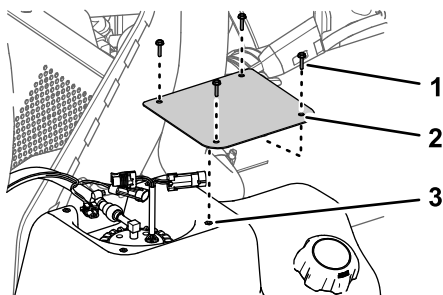

图 89
1. 使用 拆下燃油泵盖。(页码 50) 的步骤 2 中卸下的 4 个螺丝#10 x 3/4 英寸将护罩装回油箱图 89。